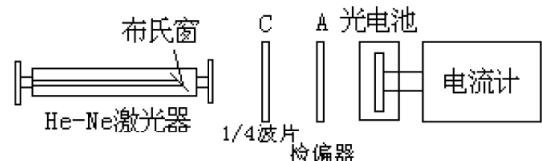

图 2 实验装置原理图
本实验采用波长为  $632.8\text{nm}$  的 He-Ne 激光器作光源，它能输出足够强的单色光，在激光器谐振腔内放有布儒斯特窗片，从而使出射的激光束是线偏振光（它的振动方向如何？为什么只有一块窗片，并不是玻片堆，出射的激光是线偏振光，而不是部分偏振光？如果不放这块窗片，该激光的偏振情况如何？如果把该窗片放在谐板腔外，则其激光的偏振情况如何？）。将各偏振元件按图 2 放好，暂时不放波片 C，图中 A 为偏振片。先使 A 的透光轴与激光的电矢量垂直，于是产生消光现象，记下偏振片 A 消光时的位置读数  $A(0)$ 。然后将  $1/4$  波片 C 放在检偏器的前面，旋转 C，使再次出现消光现象（这时  $1/4$  波片的快轴与激光电矢量方向关系如何？），记下  $1/4$  波片消光时的位置读数  $C(0)$ 。
- (1) 如图 2 所示的装置中，在 C 和 A 之间再插入一个  $1/4$  波片 C'，使 C 和 C' 组成一个  $1/2$  波片（请考虑如何实现这一要求）。
- (2) 先不放 C 和 C' 转 A 达到消光，然后在 He-Ne 激光器和 A 之间放上由 C 和 C' 组成的  $1/2$  波片，将此  $1/2$  波片转动  $360^\circ$ ，能看到几次消光？请加以解释。
- (3) 将 C 和 C' 组成  $1/2$  波片任意转动一角度，破坏消光现象。再将 A 转动  $360^\circ$ ，又能看到几次消光？为什么？
- (4) 改变由 C 和 C' 所组成的  $1/2$  波片的慢（或快）轴与激光的振动方向之间夹角  $\theta$  的数值，使其分别为  $15^\circ$ 、 $30^\circ$ 、 $45^\circ$ 、 $60^\circ$ 、 $75^\circ$ 、 $90^\circ$ 。转 A 到消光位置，记录相应的角度  $\theta'$ 。解释上面实验结果，并因此了解  $1/2$  波片的作用。